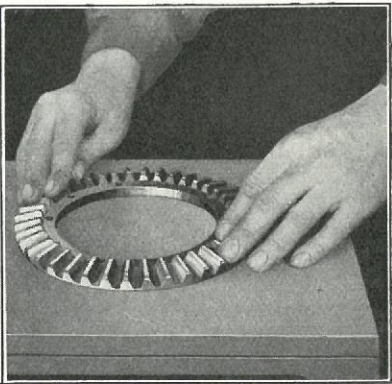

Fig. 344
- 589** Undersøg om Kronhjulets Tænder er slidte eller knækkede og prøv paa en Retteplan, om Hjulet er skævt (Fig. 344). Hvis noget af dette er Tilfældet, indsættes et nyt Kronhjul. Hvis der indsættes et nyt Kronhjul, er det nødvendigt ogsaa at indsætte et nyt Spidshjul som beskrevet i Paragraf 590.